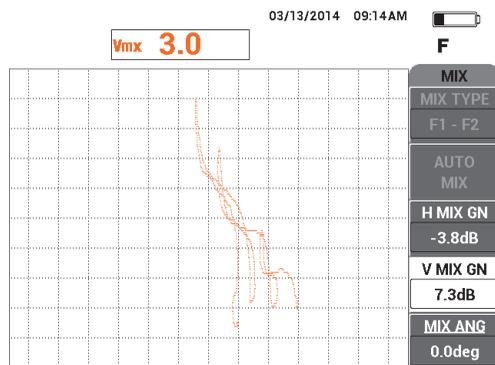

Figura 5-111 Regolazione del valore G.V.COMB.
21. Aumentare il valore **G.V.COMB.** (guadagno verticale combinato) [tasto D] fino a quando l'ampiezza massima del segnale raggiunge l'80% dell'altezza dello schermo (vedere Figura 5-111 a pagina 218).